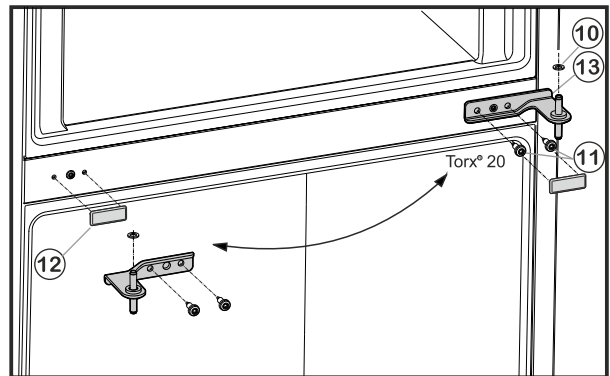

Fig. 6
- ▶ Развийте закрепващите винтове Fig. 6 (11) (2 x Torx® 20) и извадете средната лагерна опора от долната врата.
- ▶ Свалете пластмасовия диск Fig. 6 (10).
- ▶ Изтеглете внимателно капака Fig. 6 (12).
- ▶ Поставете капака Fig. 6 (12) отново на срещуположната страна.
- ▶ Поставете средната лагерна опора Fig. 6 (13) завъртяна на 180° в долната врата и я завийте със закрепващите винтове Fig. 6 (11) (2 x Torx® 20) върху новата шарнирна страна (с 4 Nm).
- ▶ Поставете отново пластмасовия диск Fig. 6 (10).
- ▶ Поставете горната врата върху лагерната опора в средата Fig. 6 (13).